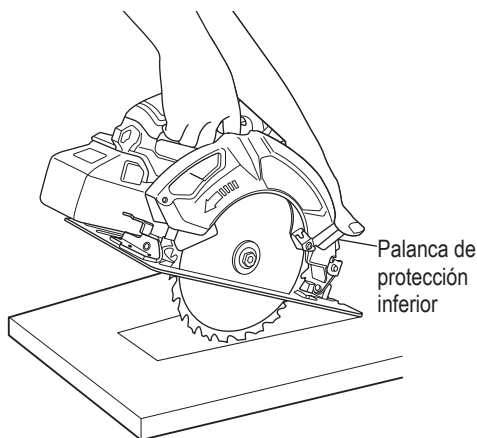

Fig. 33
1. Marque claramente el área de corte deseada con líneas en todos los lados. (Vea la Fig. 33).
3. Empuje la palanca completamente hacia atrás para que la cuchilla quede expuesta como se muestra en la Fig. 33.